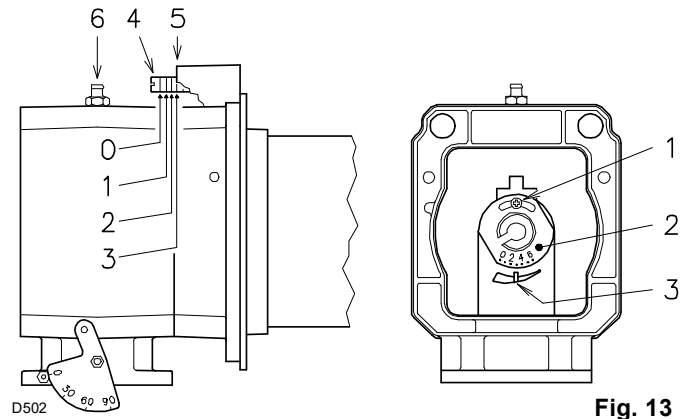
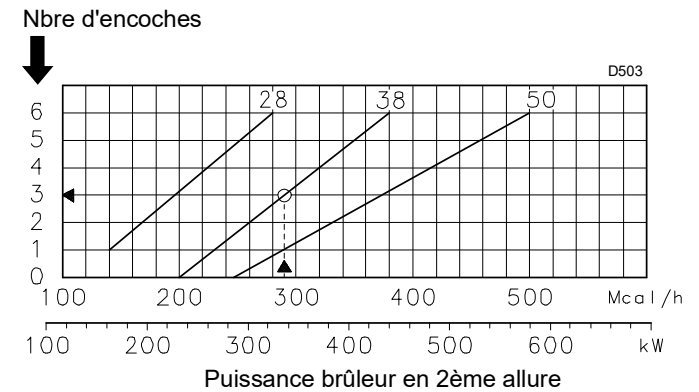

Fig. 13
Fig. 14
Trouver sur le diagramme (Fig. 14) l'encoche à laquelle régler tant l'air que le gaz/l'air central.
- tourner la vis 4)(Fig. 13) jusqu'à faire coïncider l'encoche trouvée avec le plan avant 5) de la bride.
Pour faciliter le réglage, desserrer la vis 6)(Fig. 13), régler puis bloquer.
- Desserrer les vis 1)(Fig. 13) et tourner la bague 2) jusqu'à ce que l'encoche trouvée coïncide avec l'index 3).
D'après le diagramme (Fig. 14), il appert que pour cette potentialité, les réglages du gaz et de l'air doivent être effectués sur l'encoche 3.
Bague du gaz 2)(Fig. 13 à la page 17) réglée selon le diagramme (Fig. 14 à la page 17).